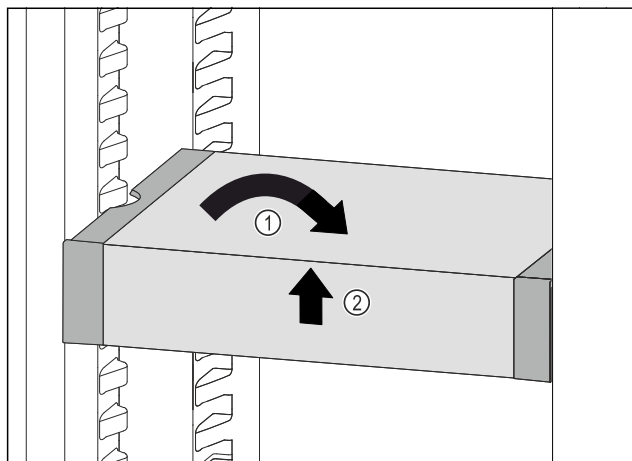

Fig. 129
- Вирівняти VarioSafe. Fig. 129 (1)
- Підняти VarioSafe спереду. Fig. 129 (2)